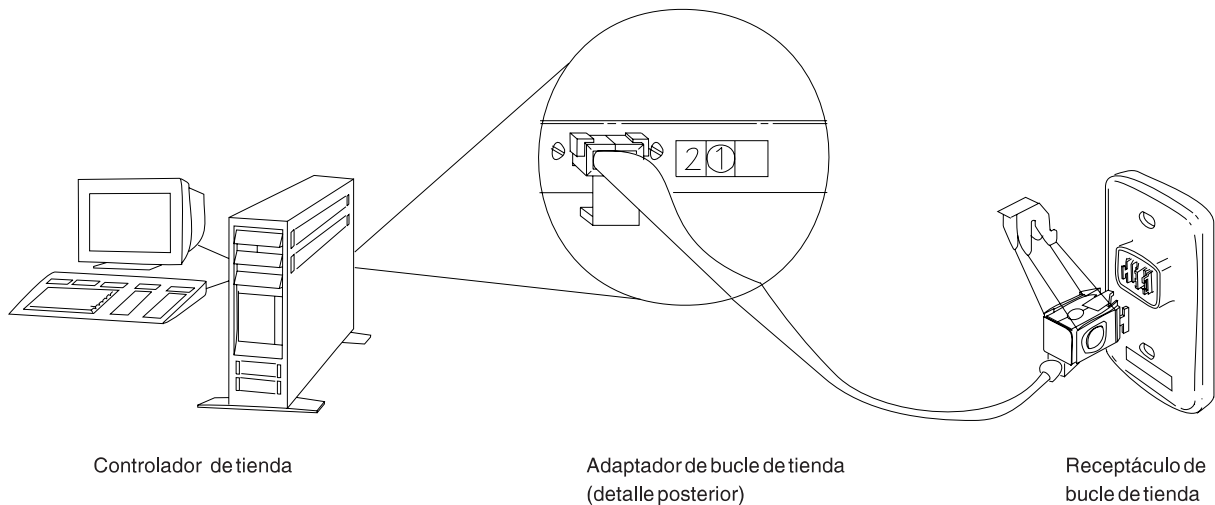
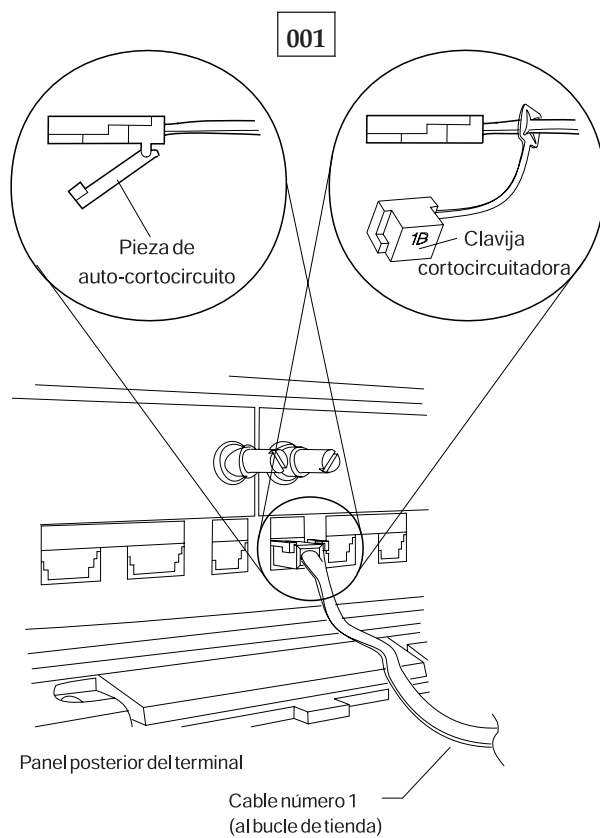

Figura 24. Adaptador de bucle de tienda del controlador de tienda y receptáculo de bucle de tienda
Figura 25. Clavija cortocircuitadora 1B y cable 1 de bucle de tienda de terminal Mod1
Asegúrese de que el cable de bucle de tienda está enchufado al zócalo de bucle en el terminal que visualiza el mensaje U003 y de que el otro extremo del cable está enchufado al receptáculo de bucle de tienda. Consulte la Figura 24 en la página 476 y la Figura 25 en la página 476.
- Desconecte del bucle de tienda este terminal Mod1 desenchufando el cable de bucle de tienda del receptáculo de bucle de tienda. Consulte la Figura 24 en la página 476.